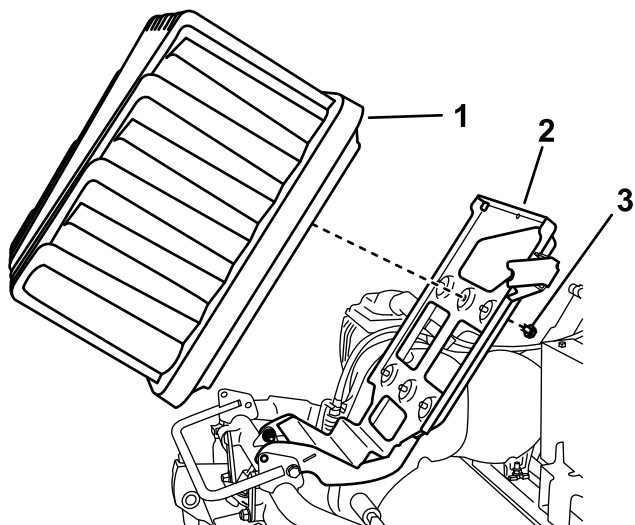

Figure 6
6. Déposez la batterie et son socle de la machine (Figure 6).
7. Retirez les boulons et rondelles qui fixent la batterie sur son socle ; mettez la batterie au rebut ou recyclez-la en respectant la réglementation locale, régionale ou nationale (Figure 6).